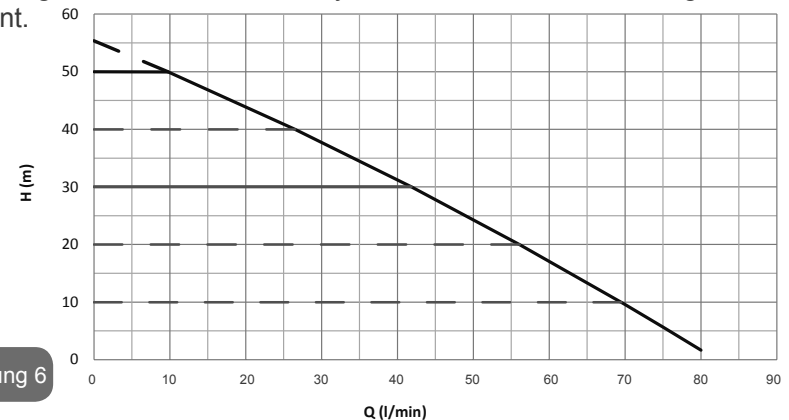

Abbildung 6
Die Grafik der Abb.6 zeigt die Kurve der hydraulischen Leistungen. Der Inverter moduliert automatisch die Drehgeschwindigkeit der Elektropumpe, so dass diese ihren Arbeitspunkt je nach Bedarf an eine beliebige Stelle des Bereichs unterhalb der eigenen Kurve verschieben kann, damit der eingestellte Wert des konstanten Drucks erhalten bleibt (SP). Die rote Kurve zeigt das Verhalten von e.sybox mini bei auf 3.0 bar eingestelltem Setpoint.